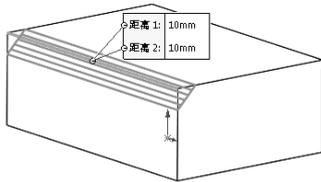

图 3-34
- “距离 - 距离”类型：该类型是以斜三角形的两条直角边的长度定义的倒角特征，如图 3-34 所示。